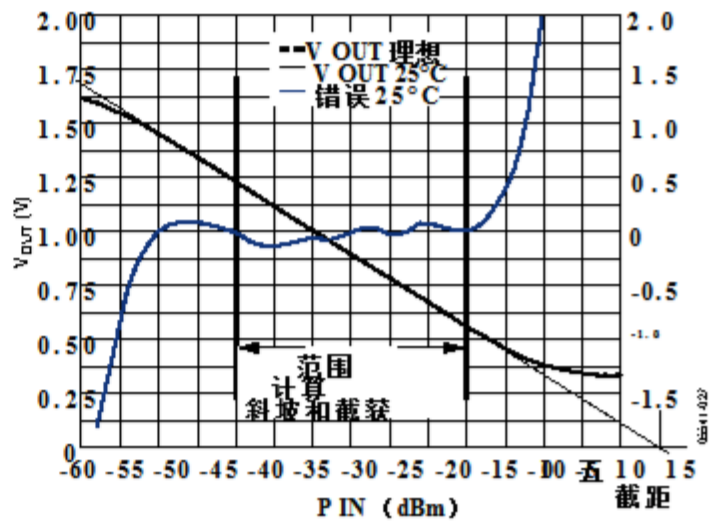

图27.典型输出电压与输入信号的关系
当V OUT 电压或 V OUT 电压的一部分 被馈送时 回到VSET引脚，器件工作在测量状态 模式.如图27所示， AD8317具有失调电压， 一个负斜率和一个 V OUT 测量截距在高电平 其输入信号范围结束.
- V OUT 对P IN 曲线（见图27）.